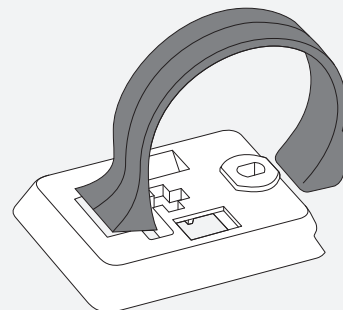

Figure 22. Fermoir à l'arrière de l'embase du compteur.
2. Insérez le fermoir approprié dans l'embase du compteur (Figure 22).